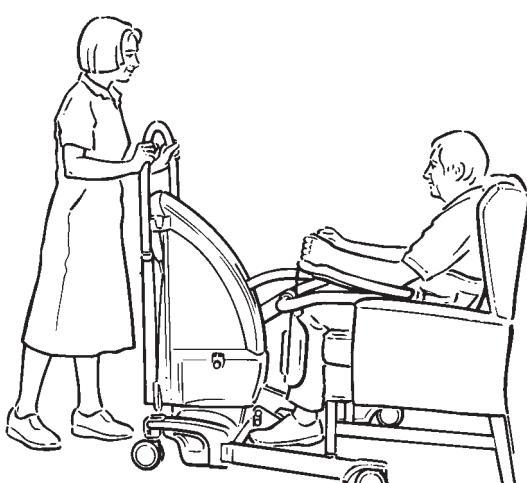

図 19
4. 可能であれば、患者に片手または両手でアーク・レストを握らせてください。(図 19 参照)